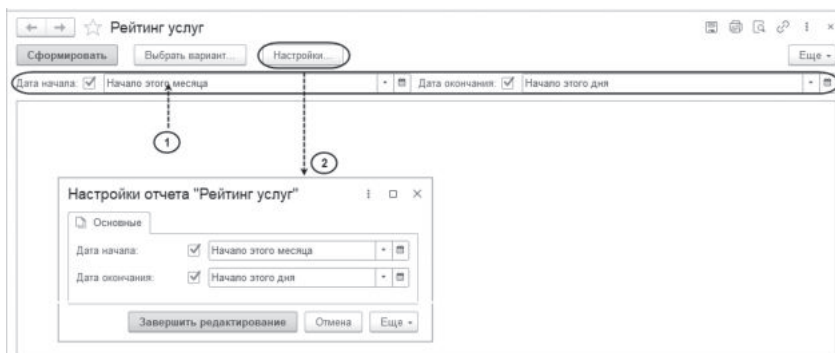

Рис. 13.38. Быстрые (1) и обычные (2) пользовательские настройки
Поясним, что флажок Включать в пользовательские настройки означает, что эта настройка будет доступна пользователю в отдельном окне (2) при вызове из подменю Еще команды Настройки... (то есть такая настройка, которой он может пользоваться, но не очень часто, рис. 13.38).